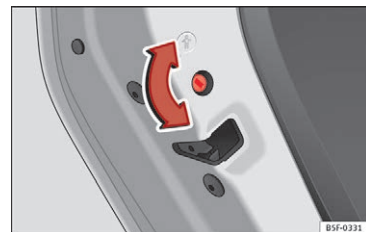

Fig. 127 Børnesikring i venstre dør
- Mens døren er åben, skal du bruge bilnøglen til at dreje slidsen med uret i døren i venstre side » Fig. 127 og mod uret i døren i højre side.
- Mens døren er åben, skal du bruge bilnøglen til at dreje slidsen mod uret i døren i venstre side » Fig. 127 og med uret i døren i højre side.